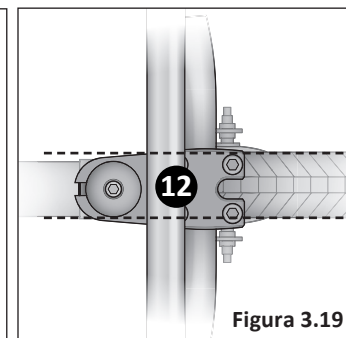

Figura 3.19
- 12 Mire hacia abajo por la manija y la potencia y compruebe que la potencia esté paralela con la llanta. **Figura 3.19**
- 1 **No** afloje ni quite las tuercas del eje. **Figura 3.19**